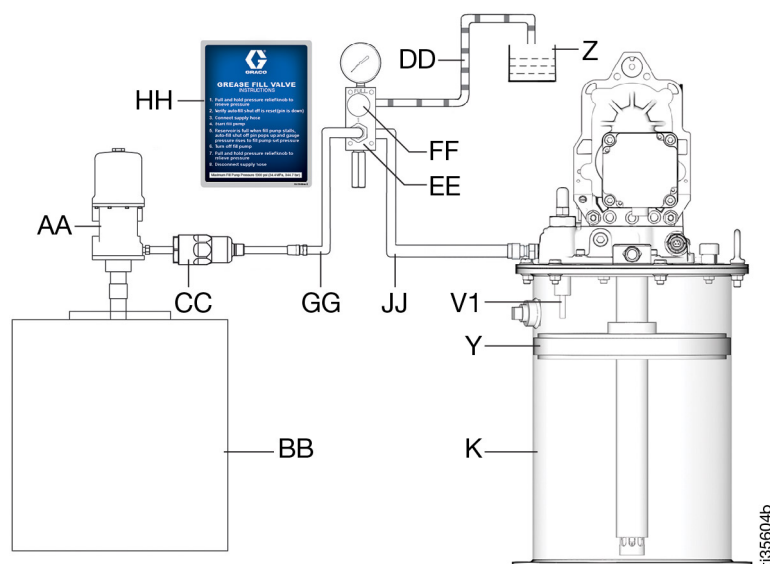

FIG. 12
REMARQUE : Utilisez une vanne de remplissage réf. 77X542 (comme illustré à la FIG. 12) pour protéger contre la surpression, ou utilisez une soupape de sécurité réglée à 345 bars dans la conduite de remplissage (GG).